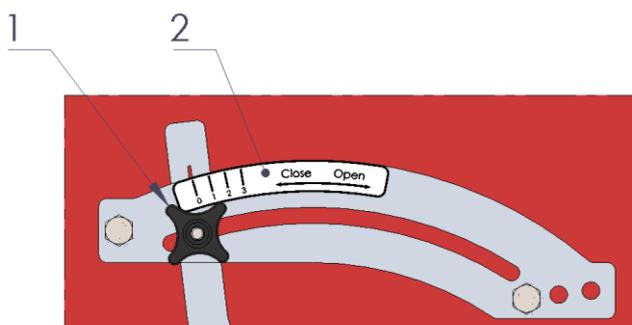

Figura 3a
3. Se puede ajustar la válvula del elemento al tamaño de la semilla que se sembrará. En el caso de semillas de hierba fina, la válvula del elemento debe estar completamente cerrada. Entonces la rueda dentada lleva la semilla. Con semillas más grandes, el espacio entre la rueda dentada y la válvula no es lo suficientemente grande como para que las semillas pasen. Por esta razón, la válvula debe abrirse más para semillas más grandes. Ajustar el tamaño de la abertura se hace con la palanca de ajuste de la válvula. La palanca se puede ajustar aflojando el botón giratorio de ajuste en forma de estrella (1), seleccionando la posición deseada mediante la pegatina de indicación (2) y volviendo a apretar el botón giratorio de ajuste en forma de estrella. (véase la **Figura 3a**)